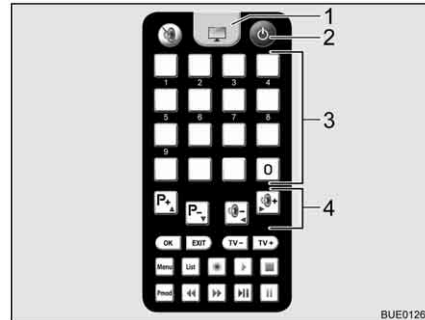

Fig. 35 Telecomando televisore
- Premere il tasto "⏻" (Fig. 35,2) sul telecomando. L'impianto si porta nella modalità di ricerca. Viene emesso un segnale acustico fisso.
- Per passare dalla ricezione televisiva al telecomando per il televisore, premere il tasto del televisore (Fig. 35,1). Il segnale acustico cessa. Sullo schermo compare un'immagine.
- Selezionare l'emittente desiderata con i tasti memoria (Fig. 35,3) sul telecomando del televisore o con i tasti funzione (Fig. 35,4).